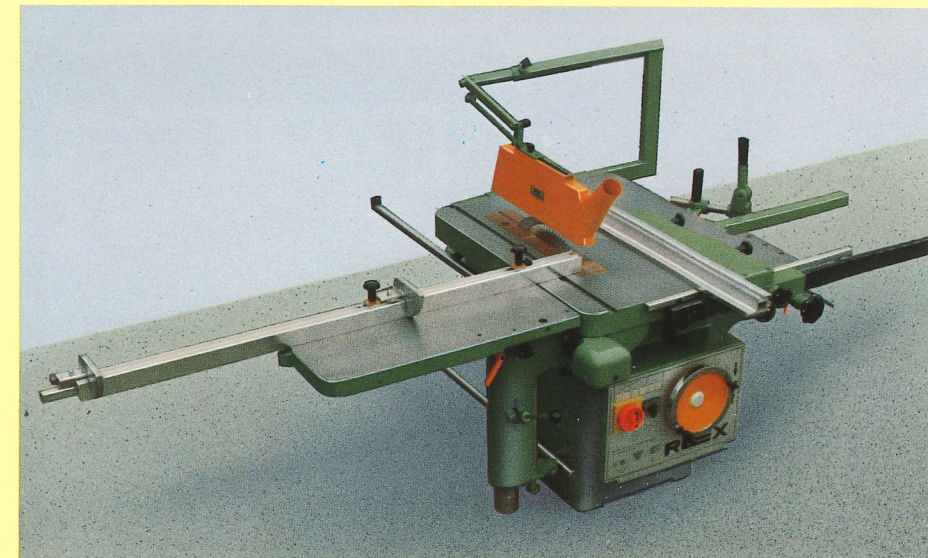

Abb. 9
- Rolltisch RT-61, Längenanschlag für Formatschnitte (Abb. 9)
Zur Abdeckung des Sägeblattes ist eine Parallelogrammschutzvorrichtung schnell ansetzbar. Diese entspricht den Unfallverhütungsvorschriften VBG 7j § 43. (Abb. 9) (Sonderzubehör)
**Winkel- und Längsschnitt** (Abb. 9)